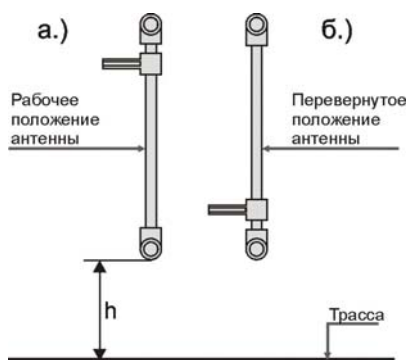

Рисунок 9.2. Положение антенны при настройке глубины залегания трассы.
1. **«Антенну в МАХ и нажмите «Ok»»** - установите антенну нижним датчиком в отмеченную точку строго вертикально и перпендикулярно трассе (рисунок 9.2.а.), нажмите . Настройка продлится 5 секунд.
2. **«Переверните антенну и нажмите «Ok»»** - переверните и установите антенну верхним датчиком в отмеченную точку строго вертикально и перпендикулярно трассе (рисунок 9.2.б.), нажмите . Настройка продлится 5 секунд.